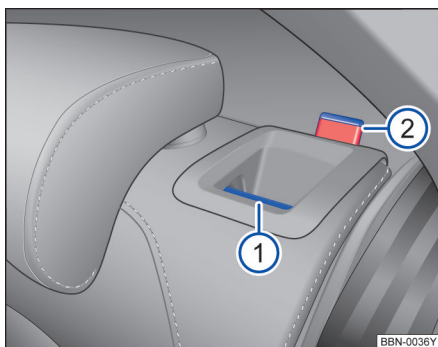

图 73 后排座椅靠背：分离按钮 ①；红色标记 ②
- 向前拉分离按钮→图 73 ①，同时前折靠背。
- 松开后排座椅靠背后应能看见按钮上的红色标记 ②。